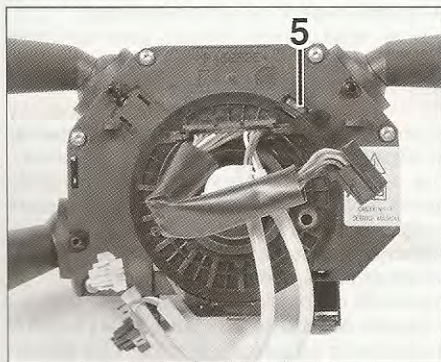

FIG. 6
- en caso de ensamblado de un nuevo grupo de interruptores, desmontar la lengüeta de protección que recubre el bloqueo rojo (5) (fig. 6).